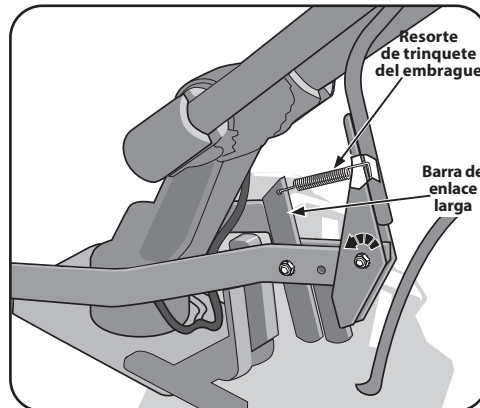

Figura 3-9
6. Busque el resorte de trinquete del embrague en la bolsa de elementos de ferretería. Extraiga el tornillo transitorio de los orificios de avance insertados en el Paso 3 y mueva la palanca de Ruedas/Dientes/transmisión de la PTO completamente hacia adelante. Instale el extremo más ancho del gancho del resorte del retén del embrague hacia abajo en el orificio pequeño en el extremo de la manija. Utilice pinzas para insertar el otro extremo en el orificio de la barra de enlace larga. Consulte la Figura 3-9.